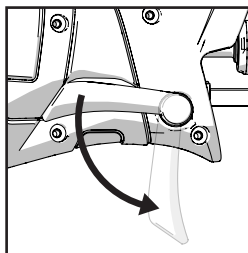

Fig. 4
- Suelte la palanca de bloqueo de la placa de contacto. (Fig. 4)